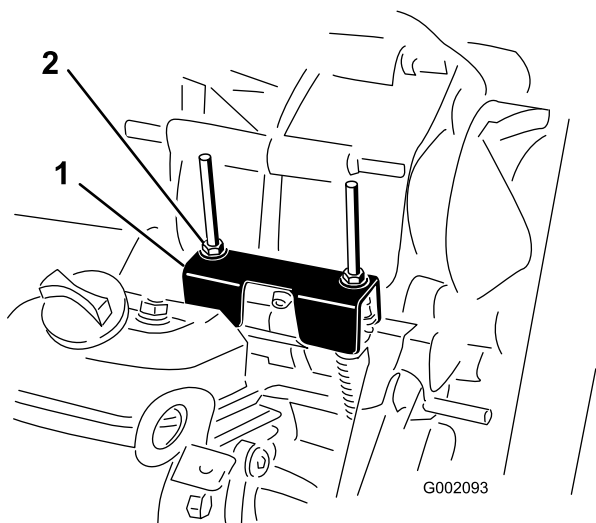

Рисунок 64
Прежде чем выполнять плановое техобслуживание и (или) диагностику двигателя, коробку передач необходимо переключить в положение НЕЙТРАЛЬ (Рисунок 64). У автомобиля есть положение НЕЙТРАЛЬНОЕ на рычаге переключения передач, которое включает нейтральное положение в трансмиссии. Необходимо выполнить следующие действия, чтобы убедиться в правильной работе рычага переключения передач в нейтральном положении:
2. Убедитесь, что кронштейн нейтрали находится в НЕЙТРАЛЬНОМ положении (на уровне кронштейна крепления троса, расположенного под кронштейном переключения передач), повернув ведомое сцепление (Рисунок 64).
3. Поверните одну из контргаек (**Рисунок 64**), чтобы получить зазор от 0,762 до 1,52 мм между нижней частью гайки/шайбы и кронштейном нейтрали.